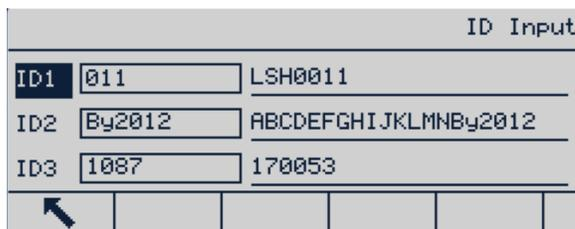

Abbildung 3-47: ID-Eingabebildschirm
7. Wenn jetzt im ID-Eingabebildschirm ein Indexwert für ID1, ID2 oder ID3 eingegeben wird, erscheint automatisch die entsprechende ID-Beschreibung (siehe **Abbildung 3-47**).